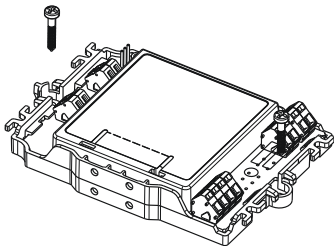

Fig. 2
- Instalação direta em um quadro ou unidade de controle: monte o módulo em uma superfície lisa (Fig. 2).
- Fixe com dois parafusos M4 (Fig. 2). Distância entre os furos de instalação: 118.0±1.0mm.